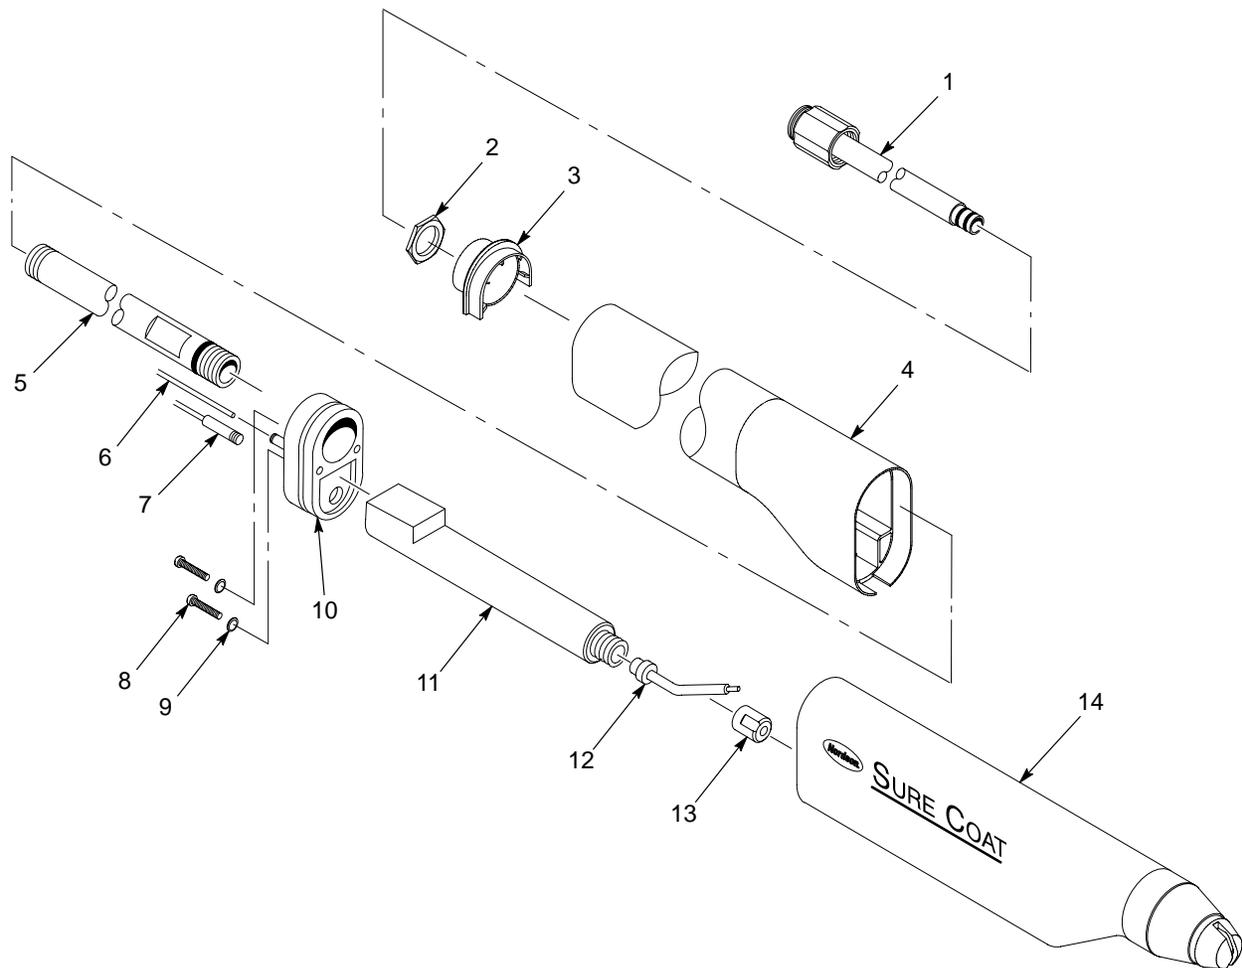

Figura 6-4 Sustitución del multiplicador de la pistola para montaje en tubo
Ver la figura 6-4.
1. Instalar la punta de contacto (12) en el multiplicador nuevo (11).
2. Deslizar la tuerca del multiplicador (13) por encima de la punta de contacto y enroscarla en el extremo del multiplicador hasta que la tuerca entre en contacto con la parte frontal del multiplicador.
3. Introducir el multiplicador nuevo en el cuerpo (14). Asegurarse de que el multiplicador esté orientado tal y como se muestra en la figura 6-4.
4. Instalar el soporte de montaje (10) en el cuerpo. Fijar el soporte de montaje con los tornillos (8) y las juntas tóricas (9).
5. Enroscar el tubo de tensión (5) en el soporte de montaje.
6. Conectar la extensión de cable (7) y la extensión del tubo de aire (6) en el soporte de montaje.
7. Deslizar el tubo de tensión las extensiones de cable y tubo de aire por el extremo largo del tubo de montaje (4). Empujar el tubo de montaje lo más lejos posible para que llegue al soporte de montaje.
8. Instalar el localizador del tubo de tensión (3) sobre el extremo del tubo de tensión y dentro del extremo del tubo de montaje.
9. Fijar el localizador del tubo de tensión apretando con la mano la tuerca de bloqueo (2) no más de un  $\frac{1}{8}$  de vuelta.
10. Instalar el conjunto de cuerpo del conector de manguera/tubo de polvo (1) y apretar con la mano el cuerpo del conector de manguera no más de un  $\frac{1}{8}$  de vuelta.